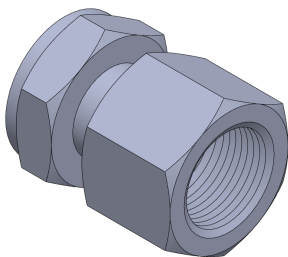

图 8-44 打开素材模型
(1) 单击常用工具栏中的【打开】按钮，打开一幅素材模型，如图 8-44 所示。